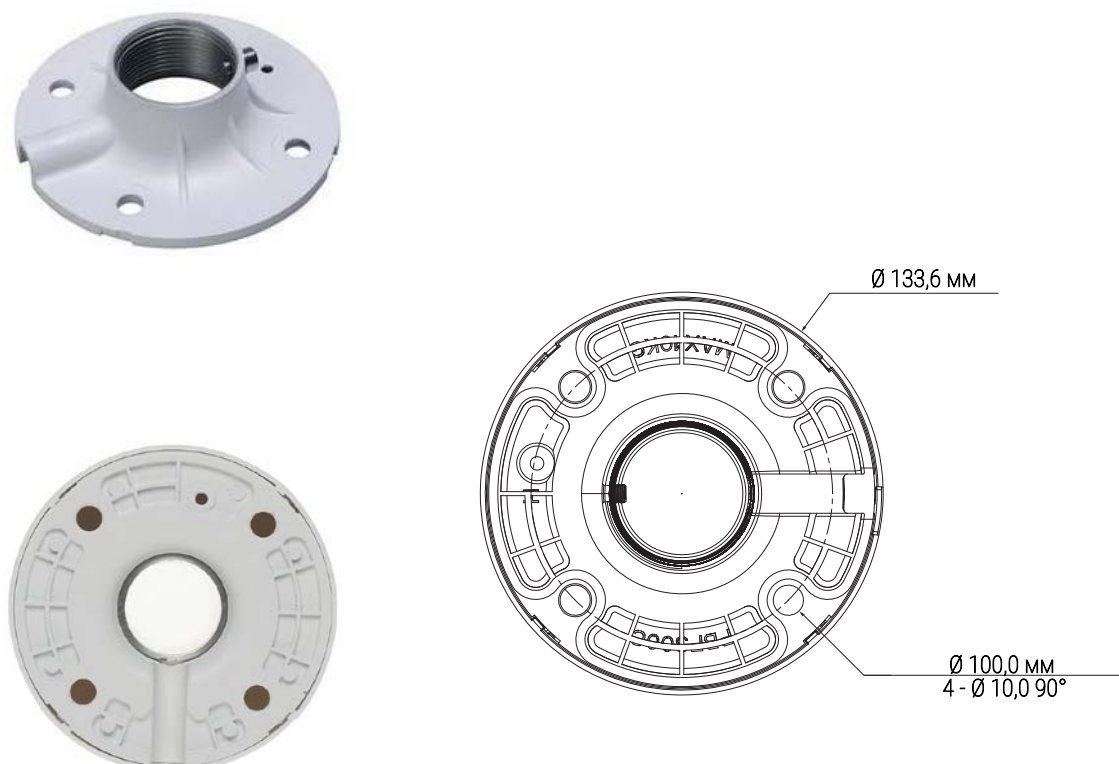

Рисунок 5.2 – Основание кронштейна BR-104
1. Используя монтажное основание потолочного кронштейна (Рисунок 5.2), отметьте точки крепления на установочной поверхности и просверлите 4 отверстия (диаметр 8 мм, глубина не менее 65 мм) в установочной поверхности.